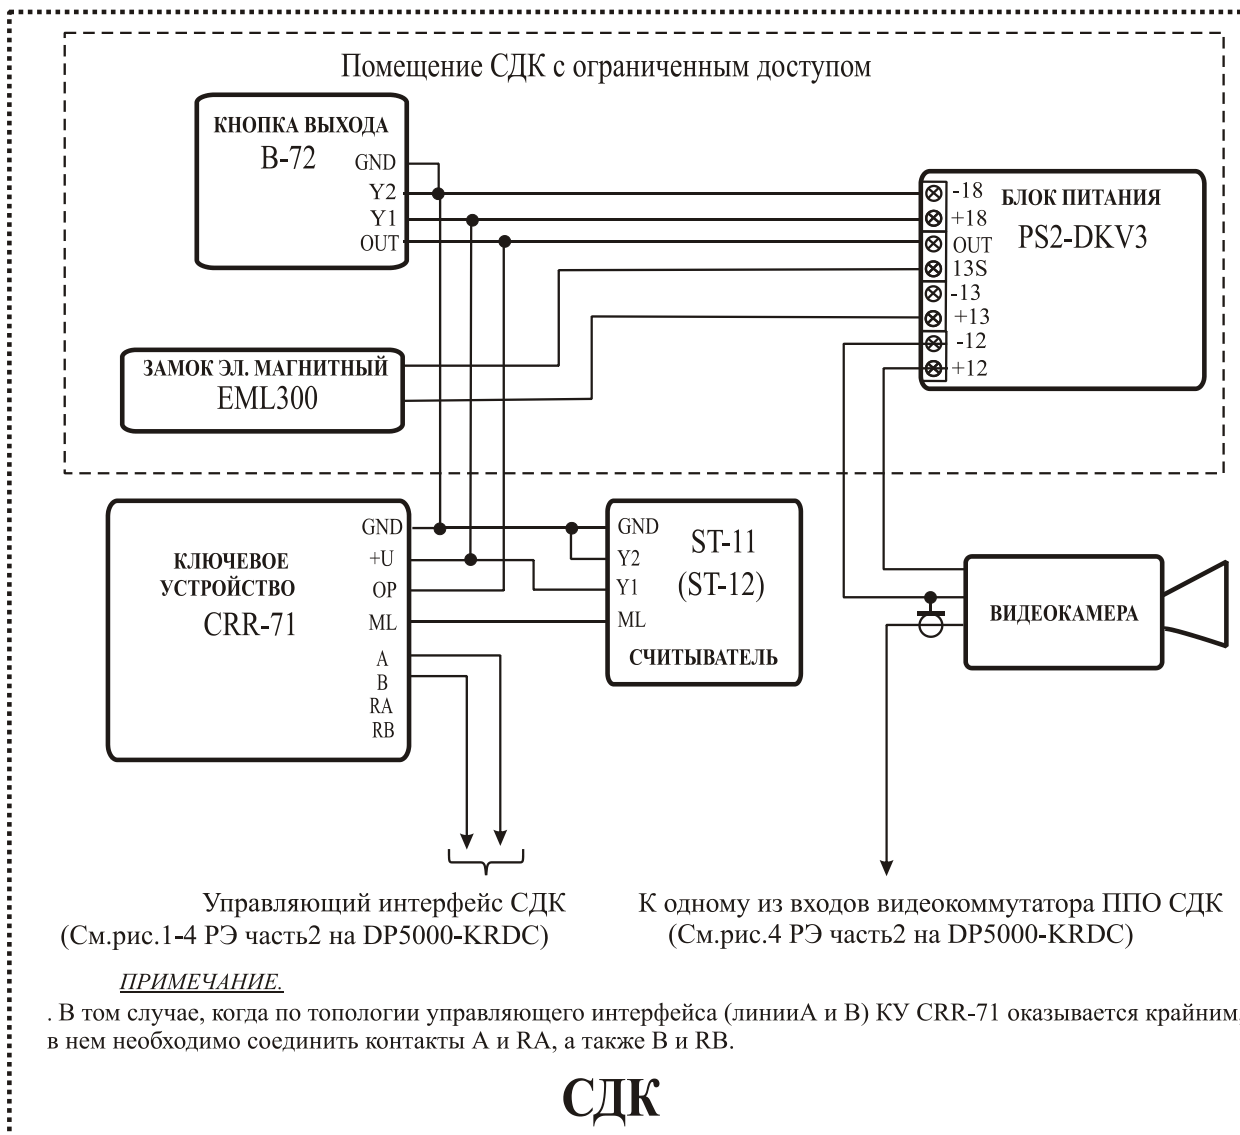

Рис.1 Схема подключения CRR-71 к замку без платы управления и кнопке В-72.
5.1 Пример схемы подключения устройства приведен на рис.1. В дежурном режиме замок оказывается постоянно включенным, что обеспечивает закрытое состояние двери. В случае прикладывания записанного ключа к лузе считывателя, расположенной на лицевой панели CRR, или нажатии кнопки "Выход" происходит выключение замка, что позволяет открыть дверь. Подробную информацию о работе и правилах монтажа СДК смотри в РЭ на DP5000-KRDC часть 2 - сетевой домофонный комплекс.
7.2.6 Монтаж шины питания замка осуществляется проводом сечением не менее $0,5 \text{ мм}^2$. Монтаж остальных цепей подключения устройства вести проводом сечением не менее $0,2 \text{ мм}^2$. **Для подключения блока питания к сети 220В обязательно (!) должна быть установлена розетка.** Схема соединения блоков системы приведена на рис. 1.